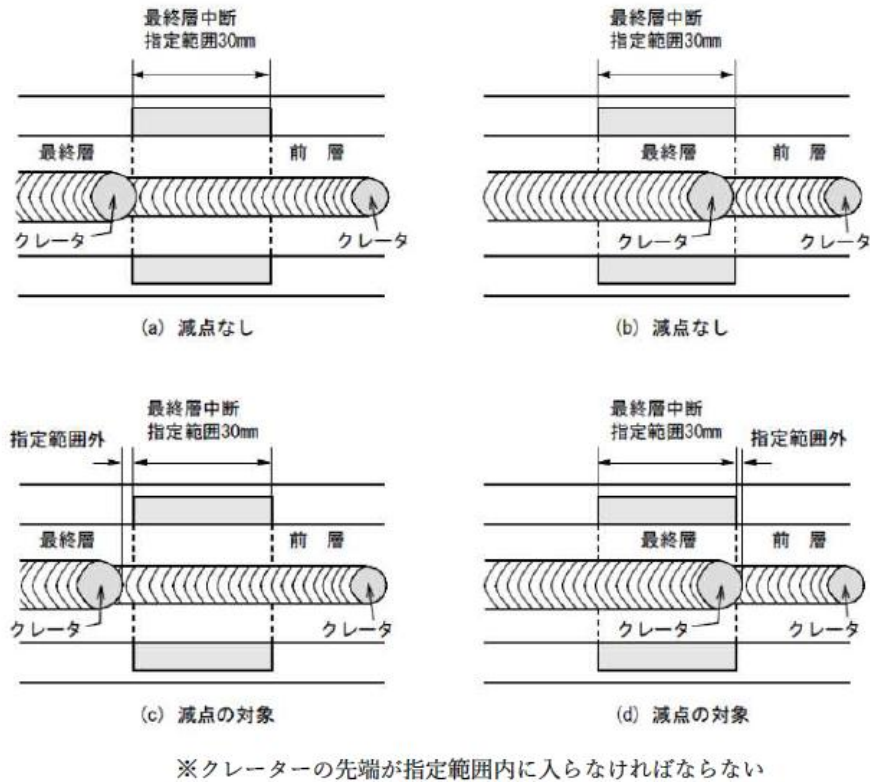

図2 最終層各パスのアーク中断位置
- (3) 開先加工時間は競技開始前の15分間とする。開先加工終了時に開先面形状等の確認を受けなければならない。
- (4) ビードの重ね方及び層数は自由とする。
- (5) タック溶接の位置は競技材裏面の両端から10mm以内で2カ所行う。なお、タック溶接に使用する溶接棒は使用済みの棒でも可。
- (6) 溶接中、溶接棒の取り替えは自由とする。また、溶接棒は最後まで使用しなくてもよい。
- (7) 競技材料は作業台の上の競技材料固定具に設置した後、本溶接に取りかかる前に審査員に申告し、設置状態の確認を受けなければならない。
- (8) 競技材料の最終層の溶接では中央の指定範囲内(30mm)でアークを中断し、審査員の確認を受けた後、指定範囲内から中断前と同じ方向に溶接を継続する。(図2)